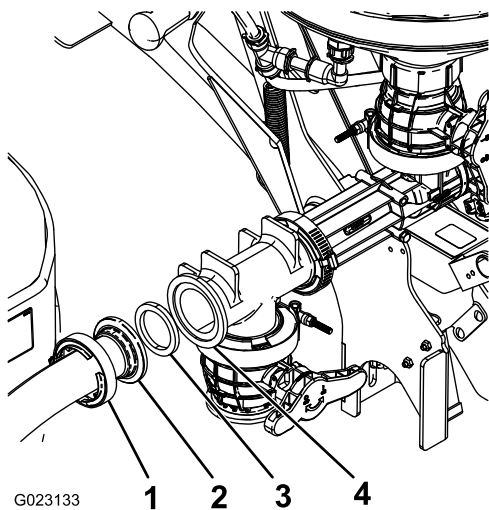

Figure 18
2. Fixez l'autre extrémité du flexible à l'orifice avant du mélangeur au moyen d'un joint et d'un collier (Figure 18).